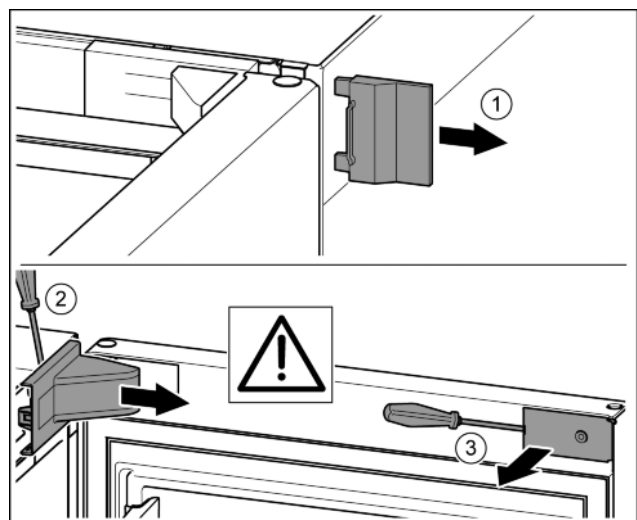

Fig. 9
- Sejměte vnější kryt. *Fig. 9 (1)*
- Šroubovákem odjistěte a uvolněte kryt stojanu ložiska. Sejměte kryt stojanu ložiska. *Fig. 9 (2)*
- Plochým šroubovákem odjistěte lištu a otočte ke straně. *Fig. 9 (3)*